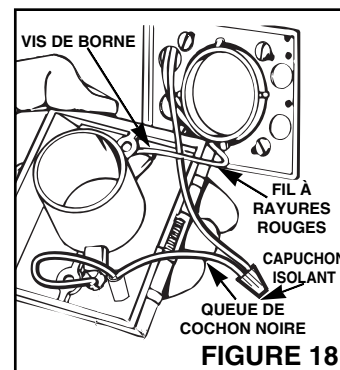
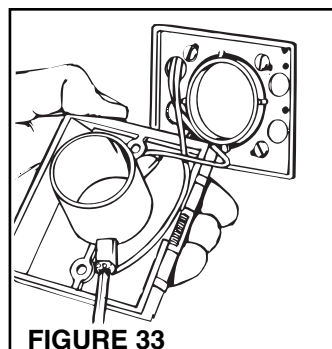

FIGURE 18
FIGURE 33
3. Voyez la figure 18. Connectez le fil à rayures rouges du câble de basse tension à deux âmes à la vis de borne non utilisée de la prise. Connectez le fil qui reste à la queue de cochon noire. Couvrez les deux fils en utilisant un capuchon isolant (fourni).
9. Attachez les câbles de basse tension aux vis de borne à l'arrière de la prise murale (Figure 33). Si vous utilisez l'encastrement 361 avec des prises de série CI370 voyez les instructions de la page 6, étape 3, illustrées à la Figure 18.